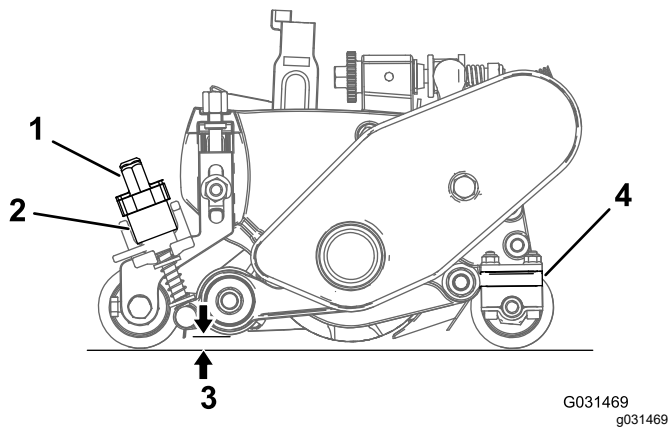

Figura 28
2. Ruotate le leve di sollevamento rapido (Figura 28) portandole in posizione di FUNZIONAMENTO (l'impugnatura è rivolta verso la parte anteriore dell'apparato di taglio).
- All'estremità del cilindro del grommer, misurate la distanza tra la punta inferiore della lama grooming e la superficie di lavoro (Figura 28). Girate la manopola di regolazione dell'altezza (Figura 28) per sollevare o abbassare la punta della lama del grommer all'altezza opportuna.